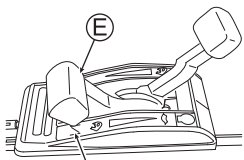

Fig. 11
3 Placez la Manette des gaz (E) sur la position Obturation "||". (Voir Fig. 11) (Vous pouvez démarrer le moteur en plaçant la manette sur "☛" lorsque le moteur est chaud.)